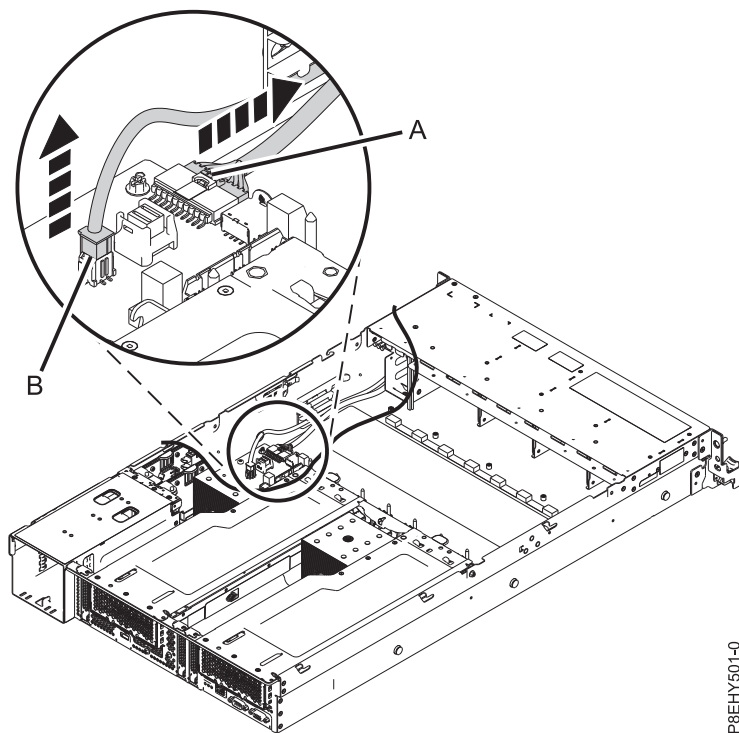

Figure 19. Retrait du câble USB avant et du câble d'interrupteur d'alimentation du fond de panier système et de la carte de ventilateur d'unité de disque
5. En appuyant sur le levier de dégagement du connecteur, débranchez le câble USB avant (A). Voir figure 19, à la page 27.
6. En appuyant sur le levier de dégagement du connecteur, débranchez le câble d'interrupteur d'alimentation (B) du fond de panier système. Voir figure 19.